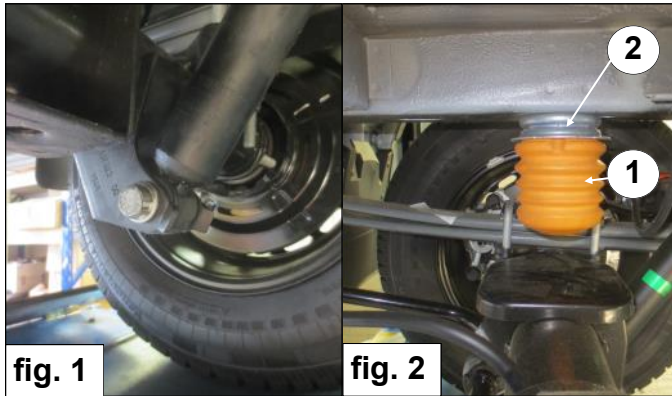

fig. 1
1. Demonteer de onderste schokdemperbout en hef de auto uit zijn veren. Zie fig. 1.
1. Dismount the lower shock absorber bolt and jack up the car. Fig. 1.
1. Demontieren Sie den untere Stoßdämpferbolzen und heben Sie das Fahrzeug an. Siehe Fig. 1.
1. Démontez le boulon inférieur de l'amortisseur et soulevez le véhicule. Voir fig. 1.